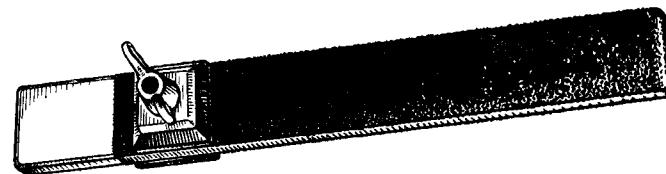

Рис. 13. Шлифовальная дощечка
лоточек по яркости, тембру звукообразования. Яркость достигается с помощью уплотнения утюгом фольца (но молотки, обтянутые кожей, трогать нельзя), смягчение — с помощью накалывания тонкой иглой. Недопустима пропитка фольца молотков различными kleями, которая приводит к возникновению стука. Удары о струну создают уплотнение фольца, появление полос, канавок, которые заглушают струну при ударе, наконец, возникновение как бы среза молотка дает некрасивое звукообразование. Теряется упругость, теряется и тембр звучания. Таким молоточкам необходимо вернуть форму груши, мячика с помощью наждачной бумаги, натянутой на специальную дощечку (см. рис. 13). Многие предпочитают крупнозернистую наждачную бумагу, но она, дав выигрыш во времени, дает проигрыш в качестве, разрывая, разрыхляя фольц. Предпочтительнее употреблять мелкозернистую бумагу. Такая обработка одновременно возвращает сочность и дает смягчение звучания. Накалывание же иглами приносит временный эффект, неумелое накалывание уничтожает упругость фольца, требуя
8) Шлифовальная дощечка с зажимами, на которую натягивается шлифовальная бумага для обработки фольца молотков (см. рис. 13).